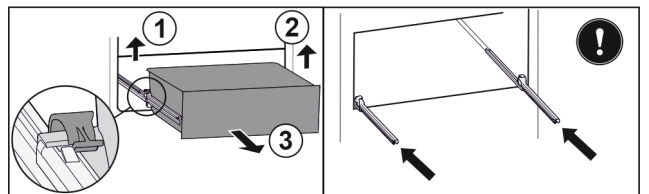

Fig. 133
- ▶ Linke Klemme anheben und gleichzeitig Schubfach links nach vorne ziehen. *Fig. 133 (1)*
- ▶ Rechte Klemme anheben und gleichzeitig Schubfach rechts nach vorne ziehen. *Fig. 133 (2)*
- ▶ Schubfach nach vorne entnehmen. *Fig. 133 (3)*